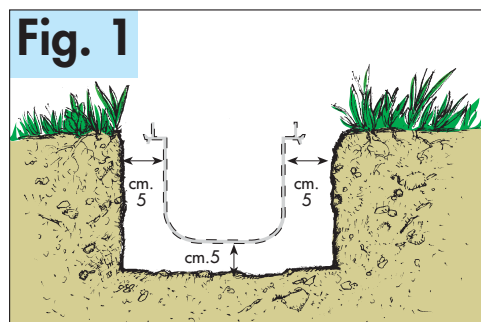

Fig. 1
2) Utiliser un coffrage en bois pour obtenir un remplissage de béton plus large d'au moins 5 cm. que le caniveau à poser. Continuer la pose comme rapporté à la figure 1.